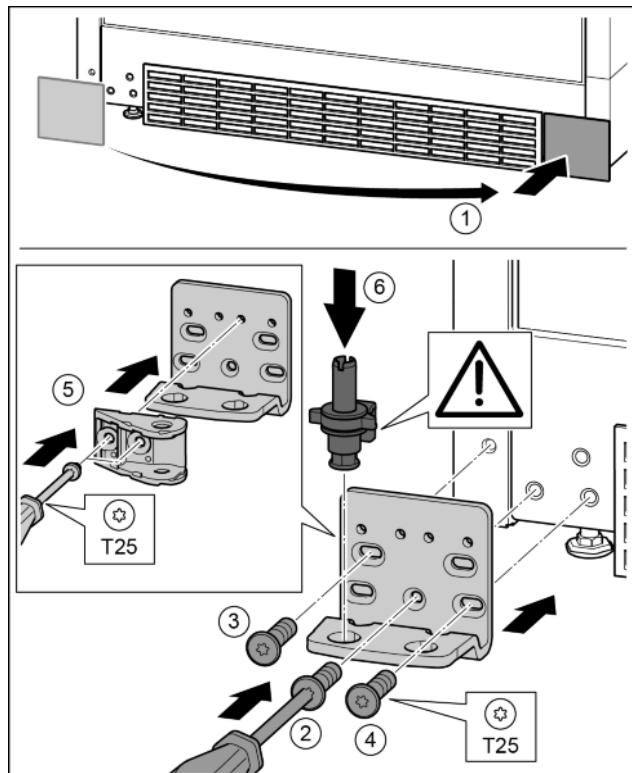

Fig. 34
- Зніміть кришку та встановіть її з іншого боку. Fig. 34 (1)
- Встановіть опорний кронштейн з іншого боку і закріпіть гвинтами за допомогою викрутки T25. Почніть із гвинта 2 знизу посередині. Fig. 34 (2)
- Закрутіть гвинти 3 та 4. Fig. 34 (3, 4)
- Поверніть з'єднувальний елемент демпфера на 180°. Пригвинтіть з іншого боку опорного кронштейна за допомогою викрутки T25. Fig. 34 (5)
- Вставте цілком опорний гвинт. При цьому виступ фіксатора повинен бути спрямований назад. Fig. 34 (6)